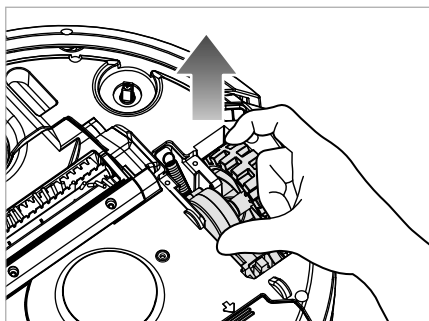

Fig. 21
- 3) Tire de la rueda 20/34 para extraerla ligeramente del aparato y límpiela con un paño ligeramente húmedo o con el cepillo de limpieza 11 (consulte las figs. 21 y 22). En caso necesario, limpie también el compartimento de la rueda.